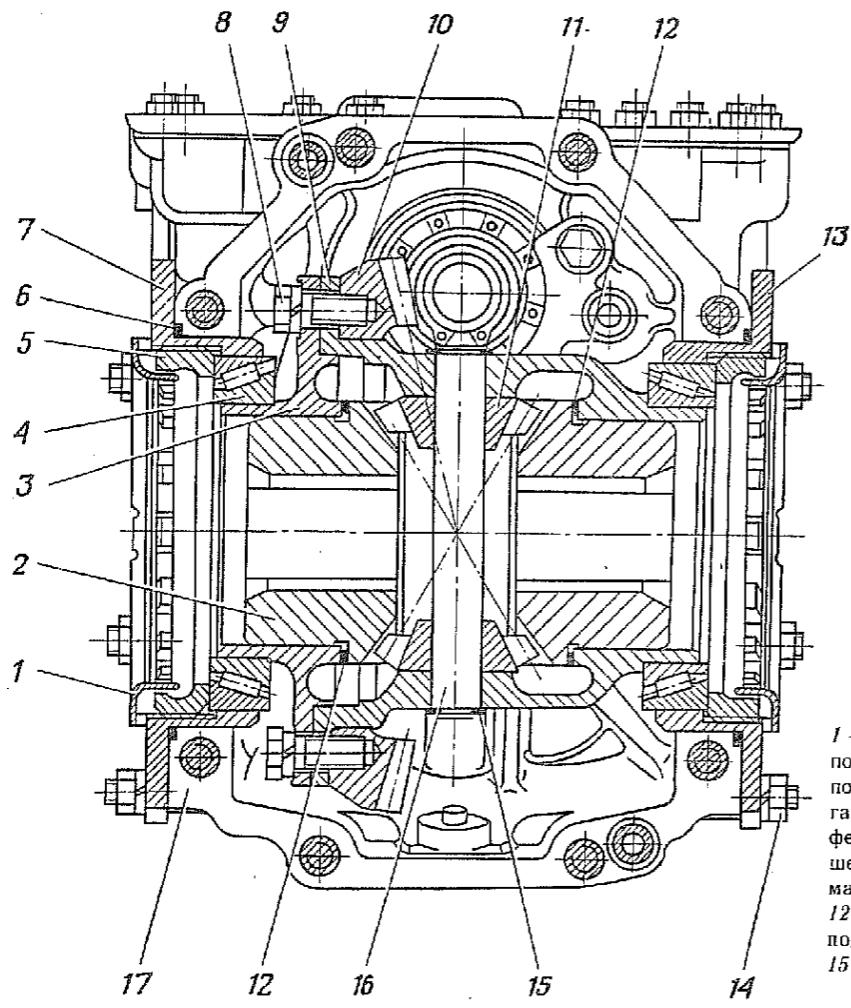
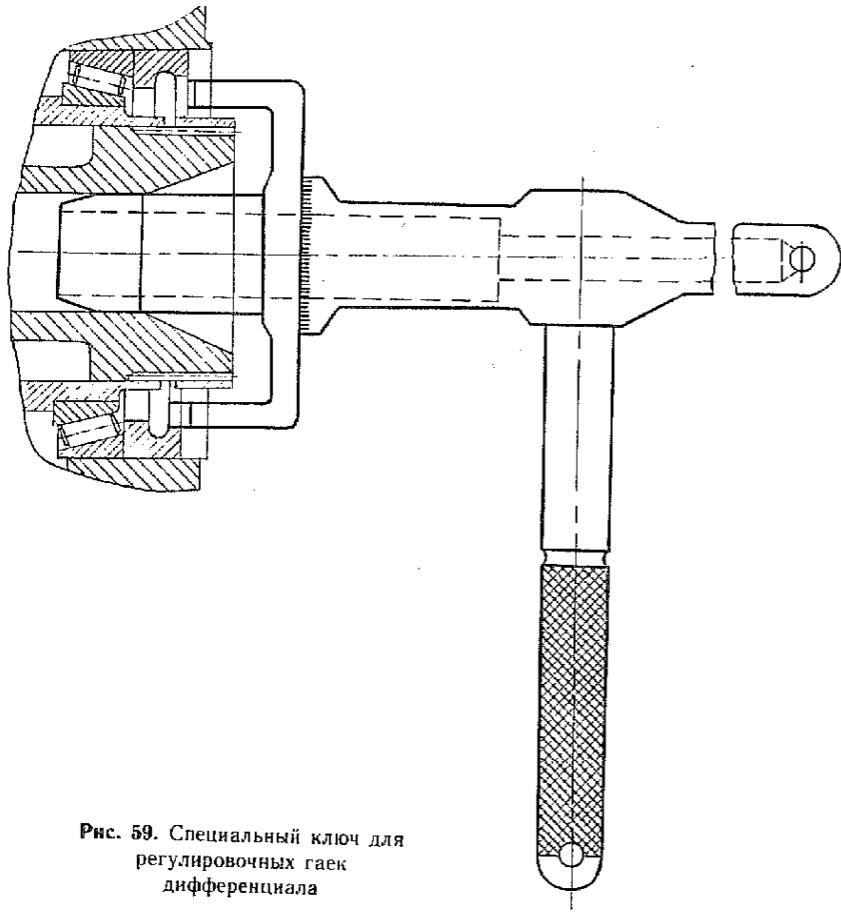

Рис. 58. Дифференциал коробки передач:
Рис. 59. Специальный ключ для регулировочных гаек дифференциала
1.3. Вынуть стопоры 1 (рис. 58) регулировочных гаек 5 подшипников 4 дифференциала и отвернуть регулировочные гайки (ключ специальный для регулировочных гаек дифференциала, рис. 59).
1.5. Снять правый 7 (рис. 58) и левый 13 корпса подшипников дифференциала в сборе с наружными кольцами подшипников 4. Вынуть из корпусов наружные кольца подшипников (наставка медная, молоток 500 г).
1.9. Отвернуть болты 8 (рис. 58) и снять пружинные шайбы. Снять дифференциал с тисков (головка 14, вороток).
2.1. Установить ведомую шестерню 10 (рис. 58) главной передачи на коробку дифференциала, установить дифференциал в тиски фланцем вверх и закрепить ведомую шестерню болтами 8 с пружинными шайбами (тиски I-150, накладки для губок тисков, головка 14, вороток, рукоятка динамометрическая).